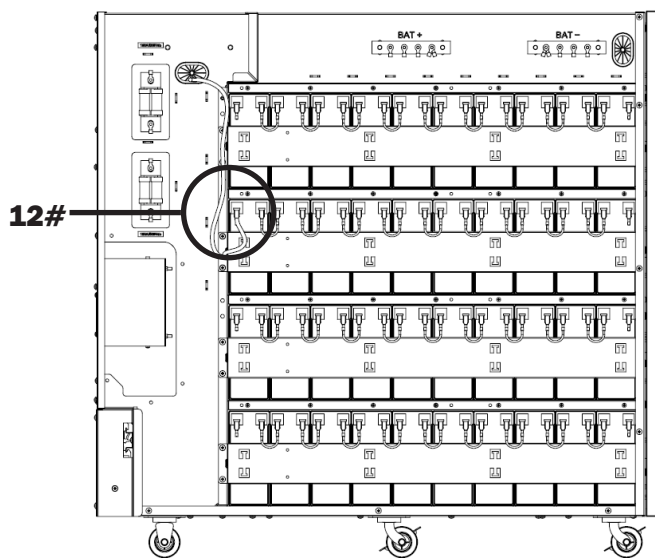

Figura 5-19A
27. Conecte la batería 10- del grupo 3 a la barra colectora de la batería N (BAT N) (Figura 5-19A).